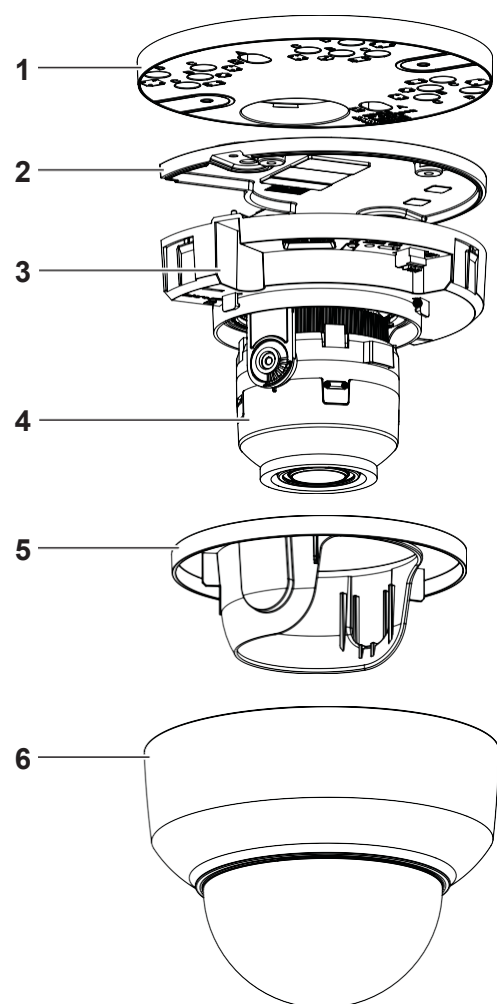
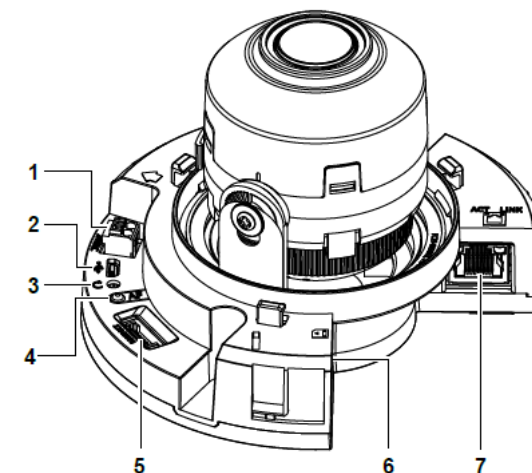

Figura 1
Figura 2
Peças da câmara: Figura 1
5. Puxe suavemente para cima e retire a cobertura da lente da câmara (5) (Figura 1) para aceder facilmente às ligações dos cabos e botões.
7. Antes de fixar a placa de montagem (1) (Figura 1) à base da câmara (2) (Figura 2) deve passar o cabo pelo orifício na placa de montagem da câmara.
12. Insira a cobertura da lente (5) (Figura 1) na lente da câmara.
13. Segure a cúpula da câmara (6) (Figura 1) junto à base da câmara e rode a cúpula da câmara para a fixar firmemente à base da câmara.
Botões e ligações da câmara: Figura 2
- Segure a cúpula da câmara (6) (Figura 1) com uma mão e rode a base da câmara (2) (Figura 1) para a desbloquear e remover da cúpula. **Nota:** a cúpula da câmara inclui um símbolo de “bloquear” e “desbloquear” para ajudar com o passo anterior.
- Segure a cúpula da câmara (6) (Figura 1) junto à base da câmara (2) (Figura 1) e rode a cúpula da câmara para a fixar firmemente à base da câmara. **Nota:** a cúpula da câmara inclui um símbolo de “bloquear” e “desbloquear” para ajudar com o passo anterior.